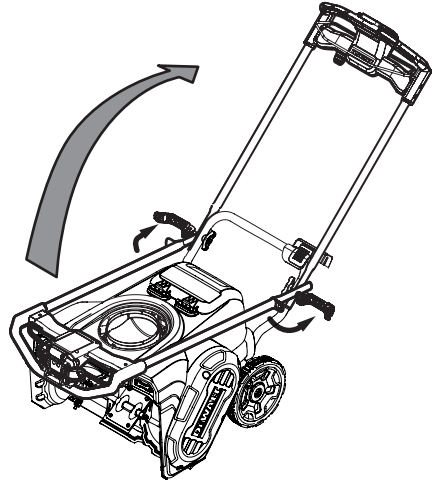

Figure 4
4. Abaissez les deux leviers de la poignée en position déverrouillée. (Figure 4).
5. Pivotez la poignée supérieure en position de fonctionnement. Veillez à ne pas pincer les câbles au cours de l'opération (Figure 4).